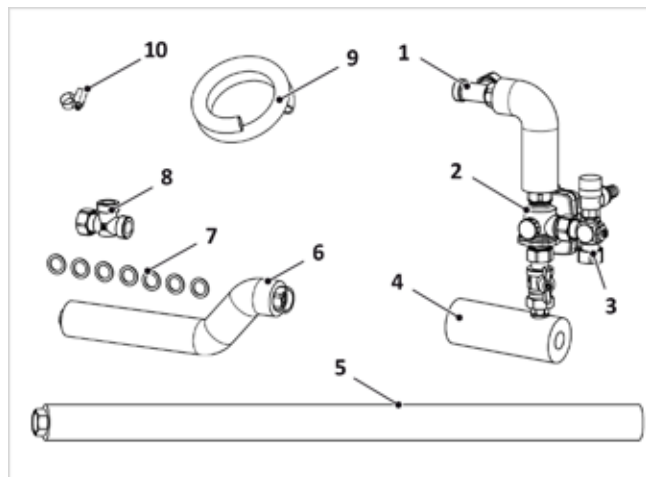
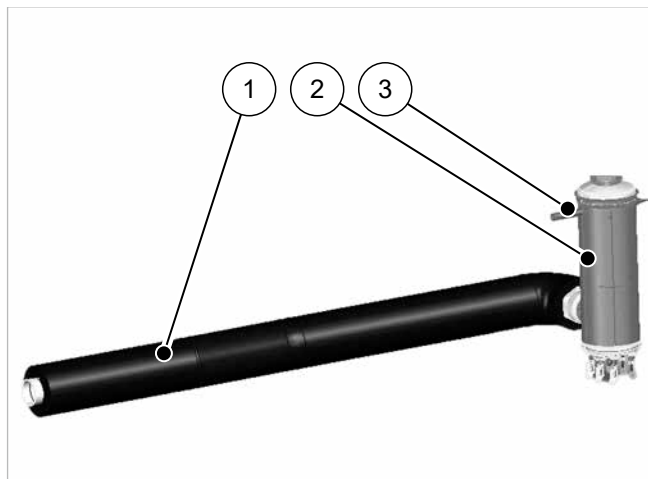

Fig. 2: Paquete de montaje de válvula de 3 vías LM WP
Fig. 7: Cartucho calefactor con tubo de avance BC
Para la identificación de las piezas, véase también la ➔ fig. 2, pág. 8.
En la combinación de SolvisMax Solo con SolvisLea Eco, el cartucho calefactor suministrado (HPT) debe integrarse también en el avance de la bomba de calor en el módulo de carga WP-SL-VSG. Este "Paquete de montaje LM WP-SL HPT" (→ fig. 7) sustituye aquí al "tubo de conexión WP-VL", véase → fig. 2 (5).